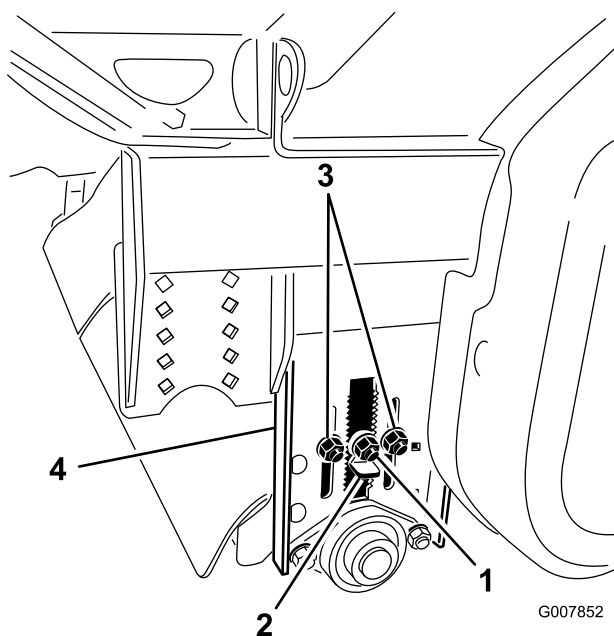

Рисунок 29
2. Ослабьте контргайку на движке регулировки высоты (Рисунок 29) так, чтобы его можно было вытянуть примерно на 13 мм.
3. Ослабьте контргайки регулировки высоты валика (Рисунок 29).
4. Вытяните движок регулировки высоты и переместите задний валик вверх или вниз, передвинув планку регулировки высоты валика на требуемую высоту (Рисунок 29).